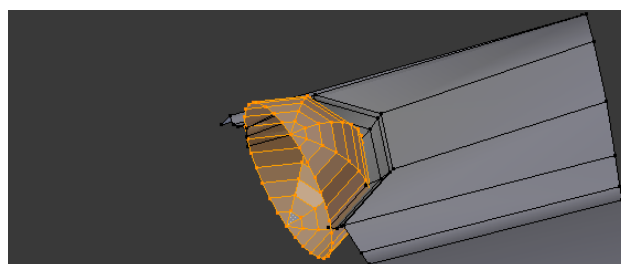

Figura 5.160
**18.** Centre o cursor 3D no octógono, insira uma malha UV Sphere com 8 segmentos e elimine os vértices da metade esquerda, figura 5.160.